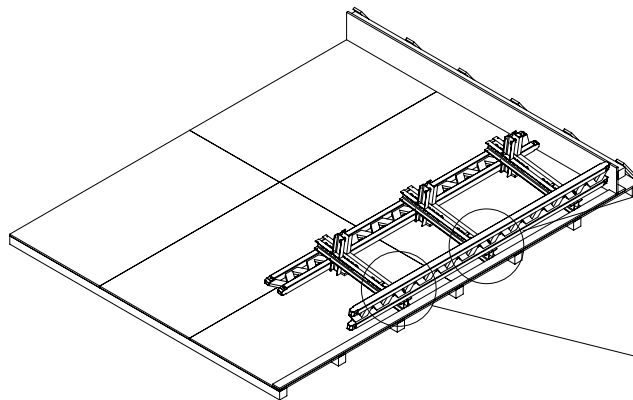

Fig. A2.03
3. Posizionare e fissare le travi ai bordi sul corrente in acciaio. (Fig. A2.03)